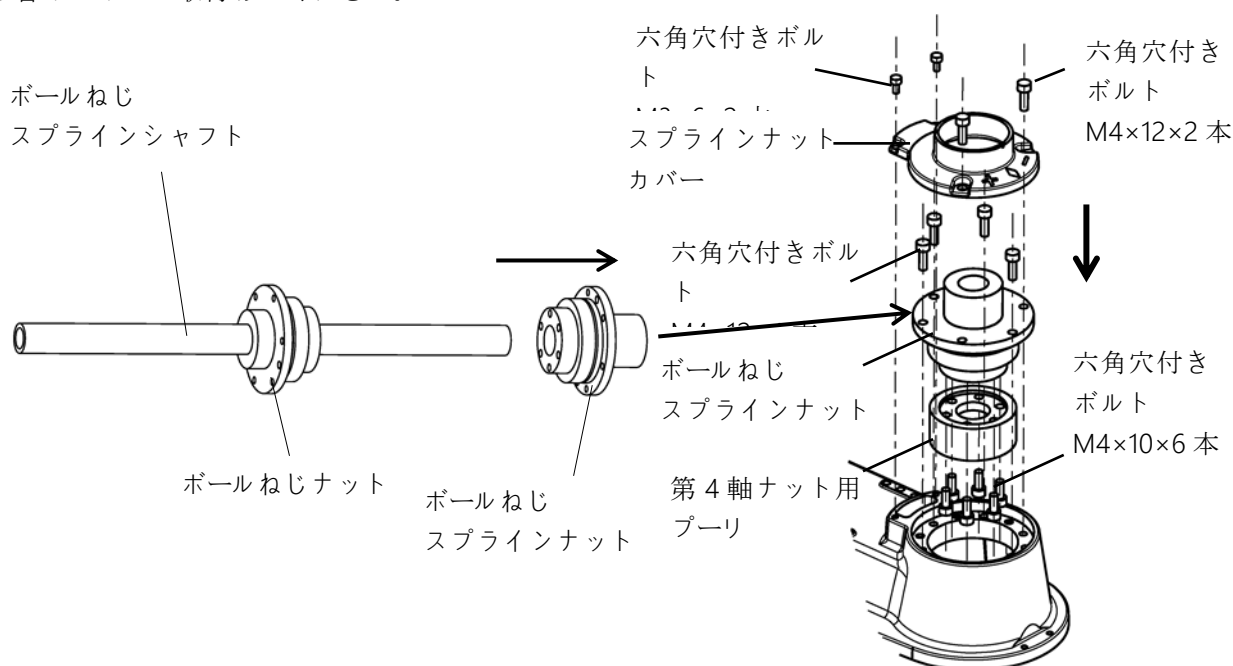

図 7.42 ボールスプラインナット取付
- 3) ボールスプラインナットを六角穴付きボルト (M4×12×2 本) で、第2アームへ取付けます。(六角穴付きボルトを取付ける位置は図 7.42 参照)第2アーム内の第4軸タイミングベルトとプーリが噛み合うように、取付けてください。
- 5) ボールねじナットに六角穴付きボルト(M4×25×4本)と座金で第3軸ナット用プーリおよび上側のストッパを固定します。上側ストッパの取付方向に注意して下さい(図 7.42 参照)